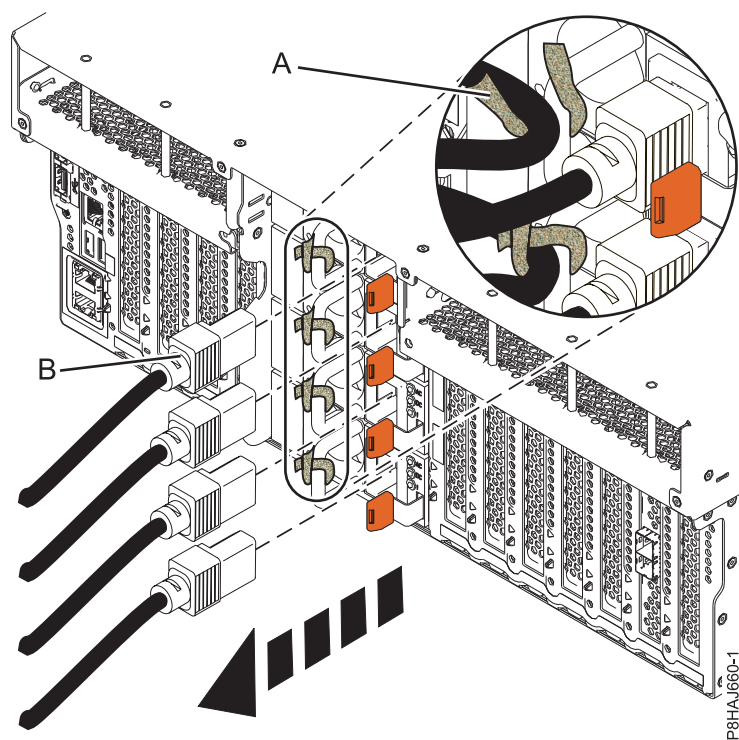
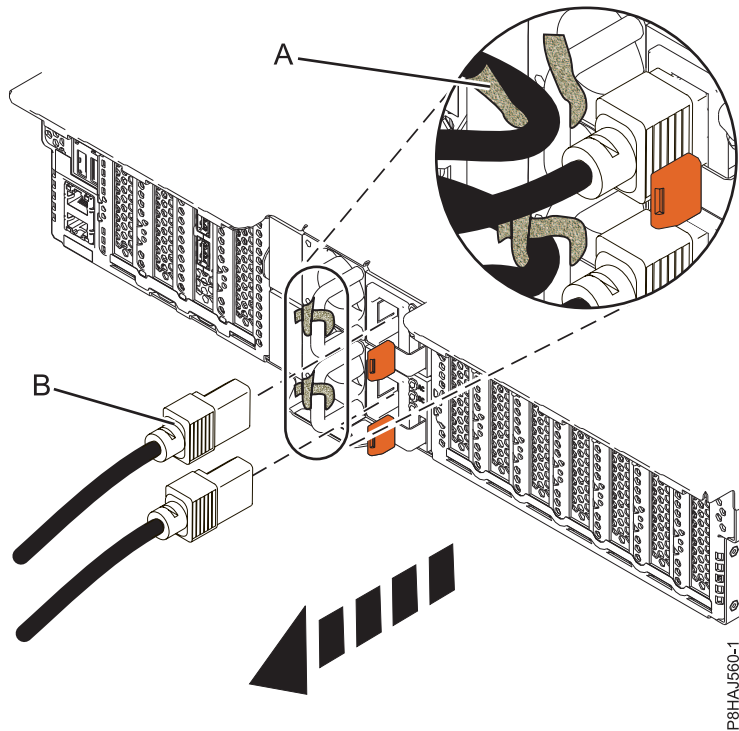
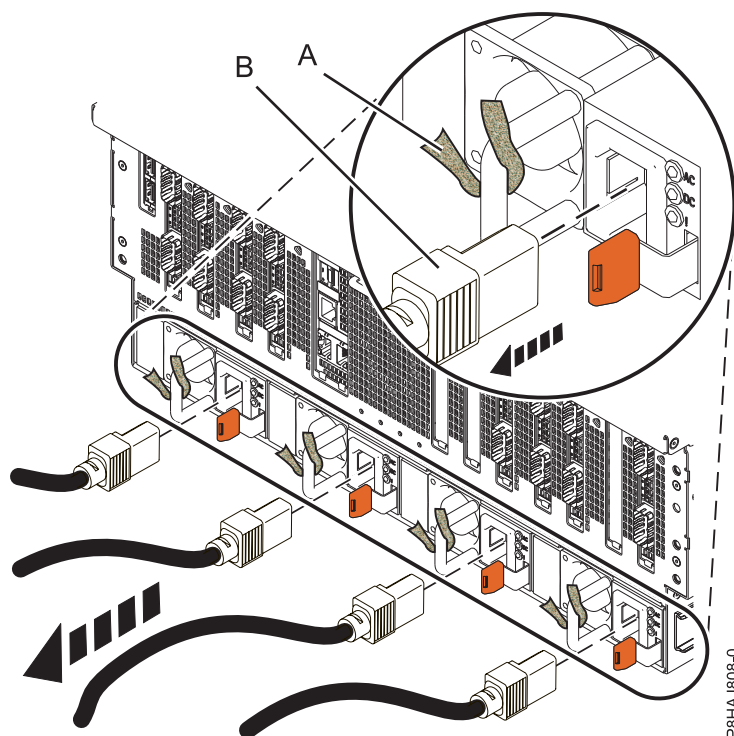

Figura 21. Extracció dels cables d'alimentació d'un sistema 8247-42L, 8286-41A o 8286-42A
Figura 22. Extracció dels cables d'alimentació d'un sistema 5148-21L, 5148-22L, 8247-21L, 8247-22L, 8284-21A, o 8284-22A
Figura 23. Extracció dels cables d'alimentació d'un sistema 8408-44E o 8408-E8E
3. Desconnecteu els cables d'alimentació **(B)** de la unitat del sistema. Consulteu Figura 21 a la pàgina 40, Figura 22 a la pàgina 40 o Figura 23 a la pàgina 41 depenent del tipus de sistema que tingueu.